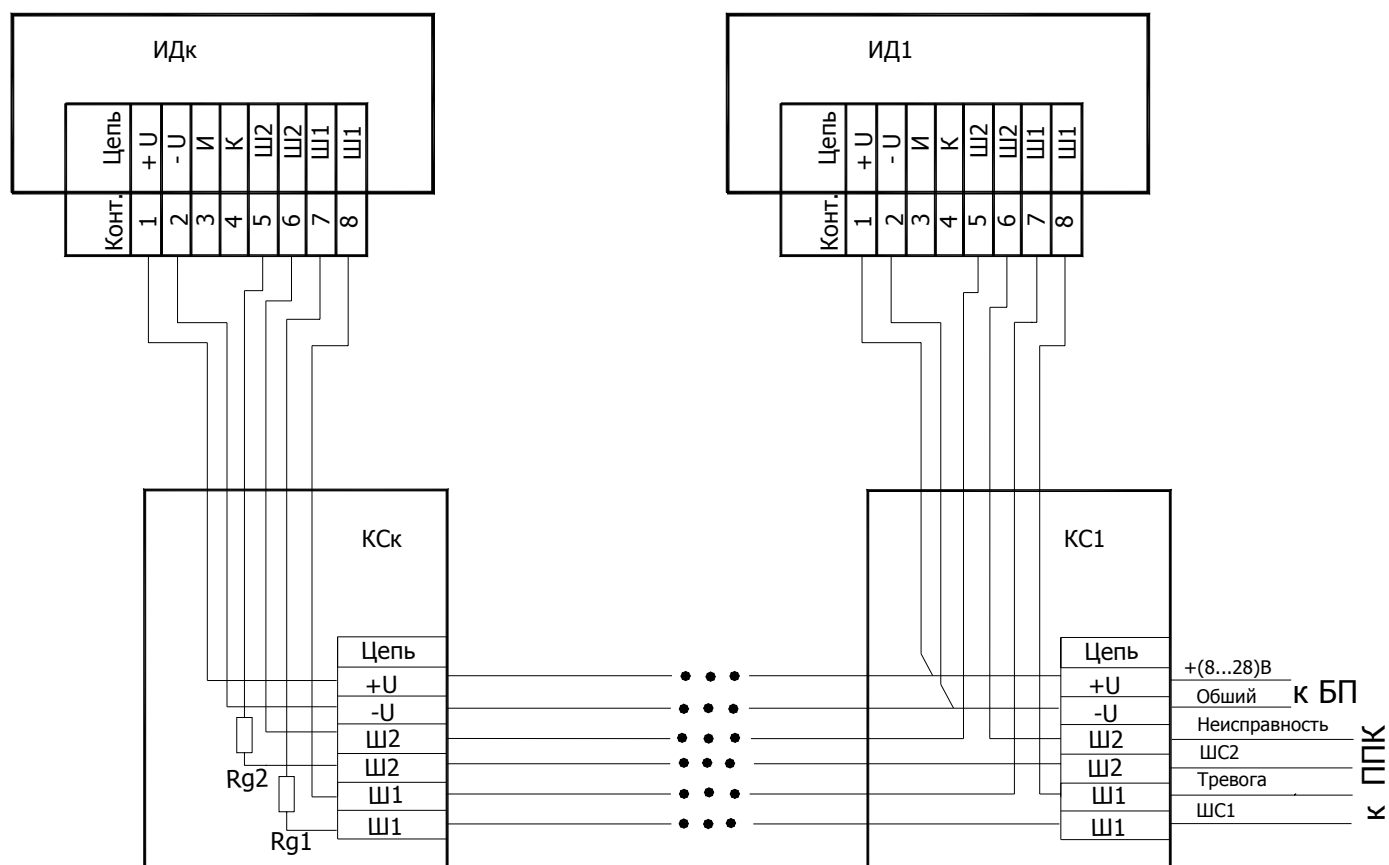
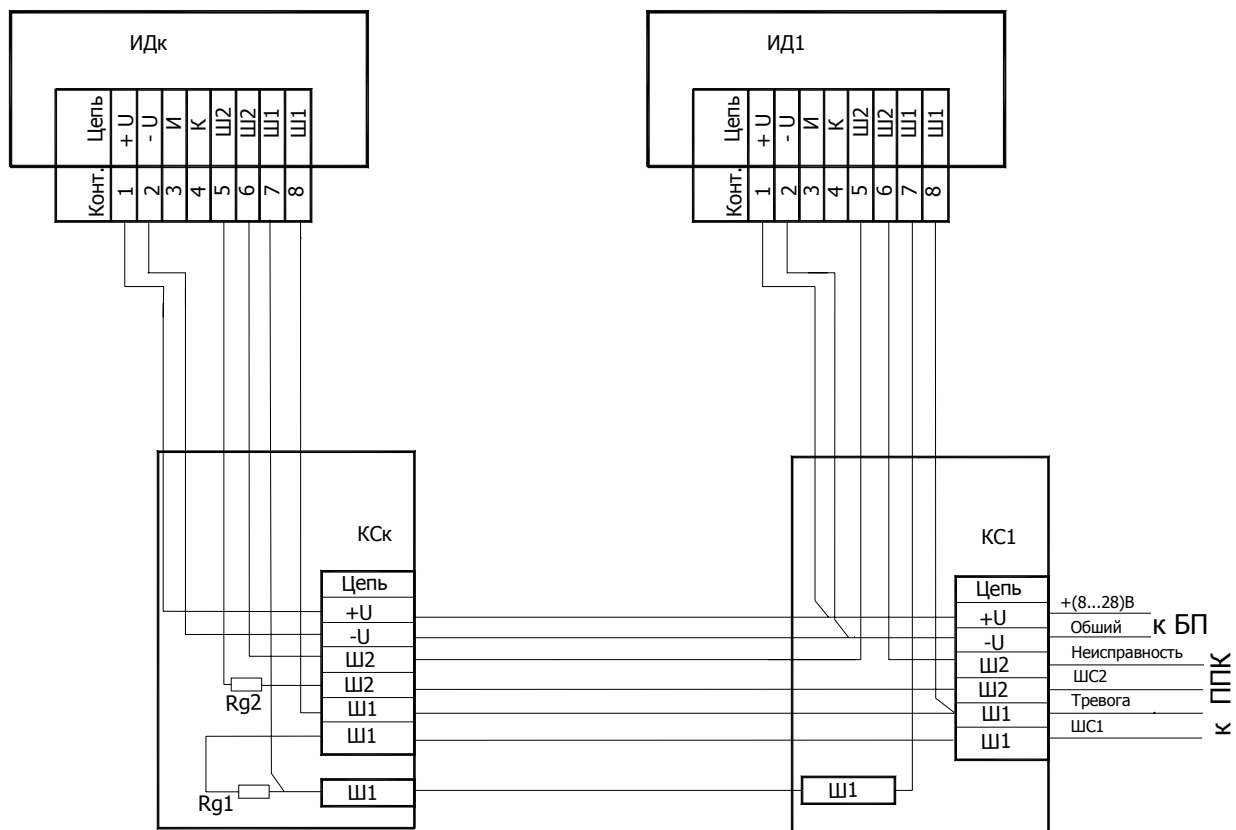

Рис.1.5 Схема последовательного соединения нескольких извещателей ИД1...ИДк с использованием соединительных коробок КС1...КСк.
Рис. 1.6 Схема соединения двух извещателей при встречном включении.
происходит при срабатывании одного из извещателей. Схема соединения при встречном включении приведена на рис. 1.6.
1.5.7 При одиночном включении возможно последовательное соединение нескольких извещателей (рис.1.5). В этом случае извещатели включаются в шлейфы **ТРЕВОГА** и **НЕИСПРАВНОСТЬ** по схеме «**монтажное ИЛИ**».
Соединение извещателей необходимо производить через герметичные разветвительные коробки или УЗГ-И24 в соответствии с рис. 1.5, рис. 1.6.